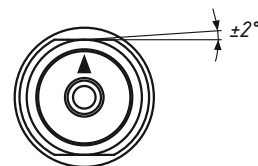

Рис.2. Ориентация датчика для контроля нижнего уровня
- Установите датчик в порт смотрового стекла. Ориентация датчика для контроля нижнего уровня — стрелкой вверх ▲. Ориентация датчика для контроля верхнего уровня — стрелкой вниз ▼. Рис. 2, 3.
- Корпус датчика располагайте по лыскам строго горизонтально. Рис. 2, 3. Максимальное возможное отклонение $\pm 2^\circ$.